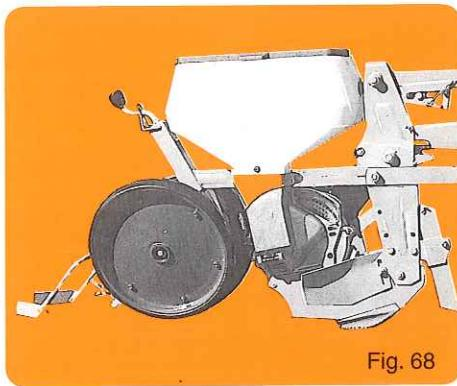

Fig. 68
- Roues inclinées autoentoyantes (fig. 68) : se montent en remplacement des roues tôle.
- Self-cleaning v rubber press wheels (fig. 68) : can be mounted instead of steel press wheels.
- Schrägandruckrollen in Farmflexandruck (Abb. 68) : lassen sich anstelle der Blechandruckrollen montieren.